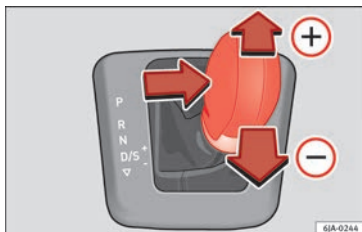

Fig. 179 Palanca selectora: Tiptronic.
- Empuje suavemente la palanca selectora hacia delante **(+)** » **fig. 179**.
- Empuje suavemente la palanca selectora hacia atrás **(-)** » **fig. 179**.